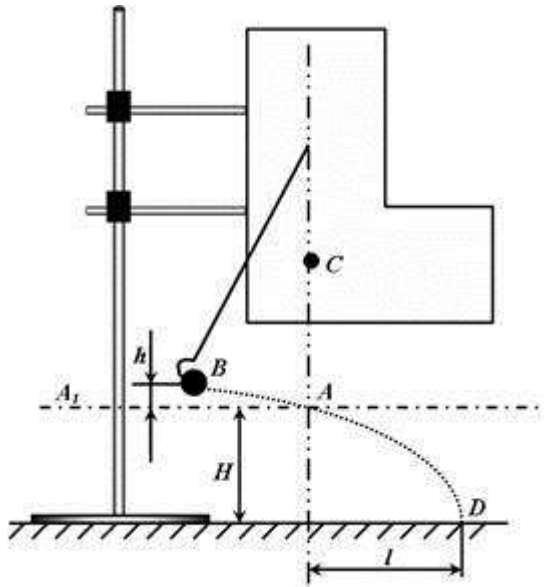

рис. 1
1. Складіть установку (рис. 1).